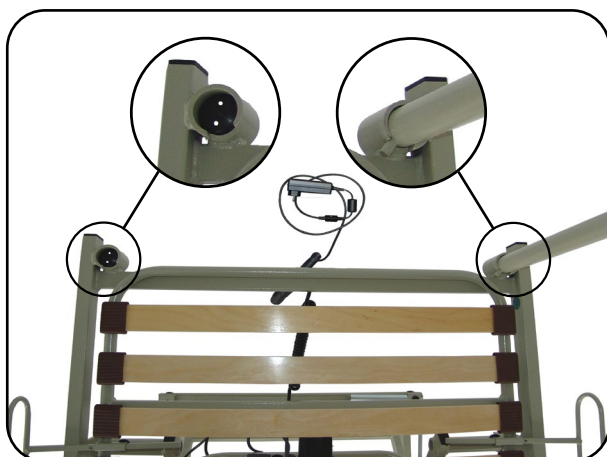

Abb. 6.3.01 - Aufrichteraufnahmen für Aufrichter und Transportsicherung
2. Stecken Sie den Aufrichter wahlweise links oder rechts in eine der kopfseitigen Aufnahmen ein (Abb. 6.3.01). Achten Sie darauf, dass der Bolzen des Aufrichters vollständig in der Ausklinkung der Aufrichteraufnahme steckt.